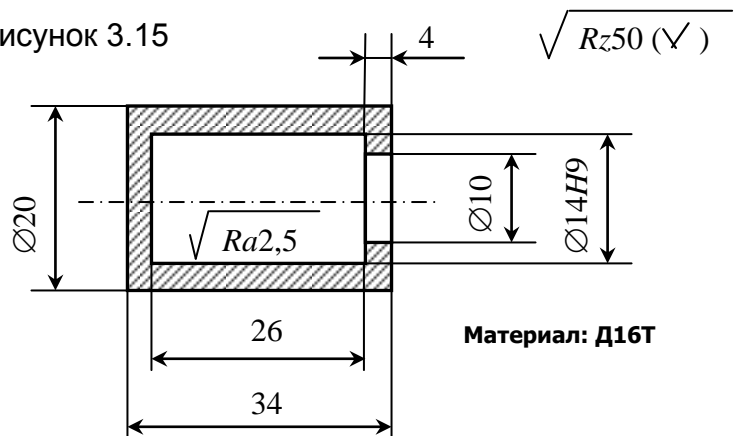

Рисунок 3.16
9. Перечислить признаки нетехнологичности конструкции детали с точки зрения проведения механической обработки и контроля (рисунок 3.16).